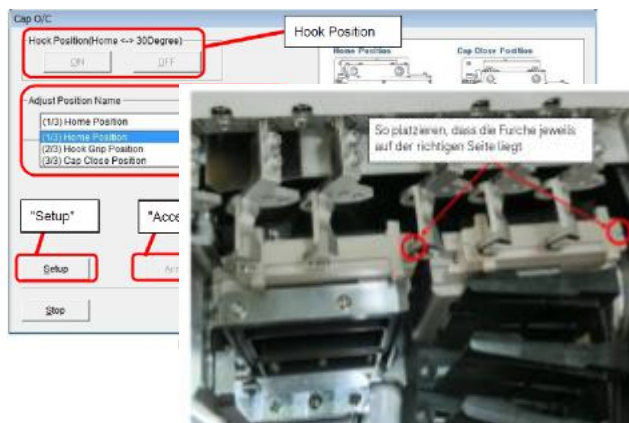

Abbildung 3.3 Orientierung der platzierten Vorrichtungen
- Achten Sie auf die richtige Richtung und schieben Sie sie ohne Lücke hinein (Abbildung 3.3)